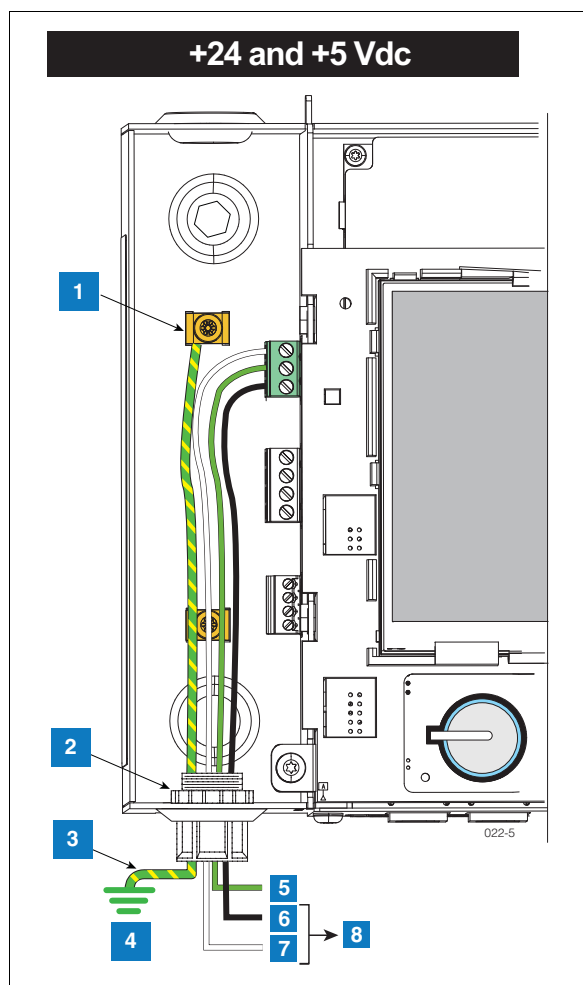

Figure 6. Cabos de Alimentação CC para o Console
2. Conecte os cabos de Alimentação CC conforme indicado na Figure 6.
LEGENDA DA Figure 6